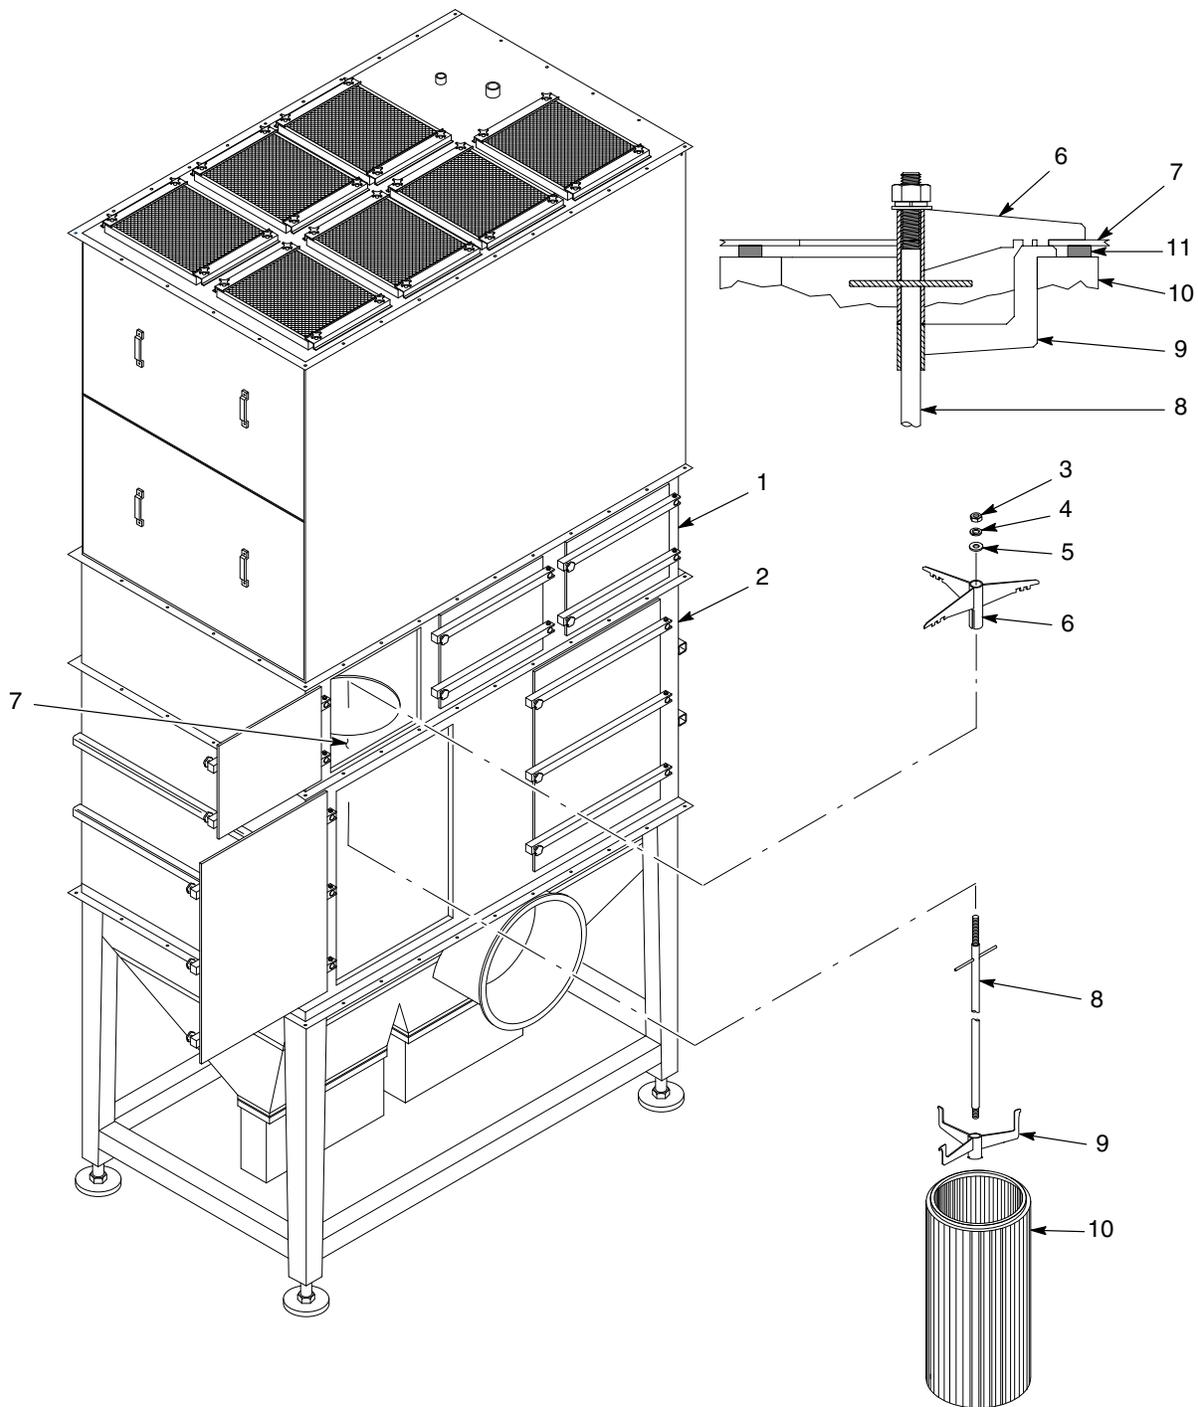

Figura 6-1 Sustitución del cartucho de filtro
3. Ver la figura 6-1. Abrir las puertas de acceso en las secciones de soplado y filtro de cartucho (1, 2).
4. Empujar hacia arriba las manillas en T sobre las varillas guía (8) para mantener los filtros de cartucho (10) contra la placa de montaje (7).
5. Quitar las tuercas (3), las arandelas de bloqueo (4), las arandelas planas (5) y el soporte de montaje (6) de la varilla guía. Se deben guardar estas piezas para reutilizarlas.
6. Bajar el cartucho de filtro con cuidado, alejándolo de la placa de montaje y fuera del filtro posterior. El soporte de centrado (9) y la varilla guía permanecen en el filtro de cartucho.
Ver la figura 6-1.